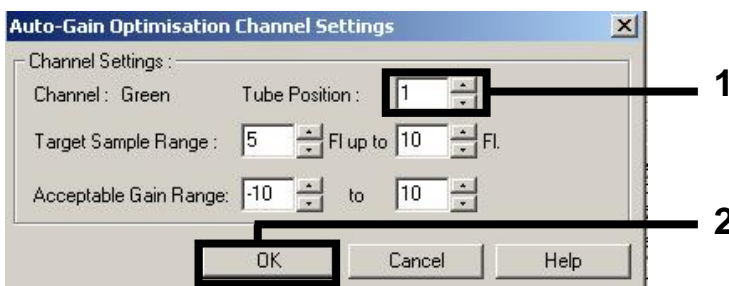

Abbildung 2. Festlegen der Röhren-Position.
2. Legen Sie die Röhren-Position für ein Röhren des ersten *artus* Assays fest (z. B. CMV-Assay). Legen Sie die Röhren-Position für alle Fluoreszenz-Kanäle fest und klicken Sie anschließend auf **OK** (siehe Abb. 2).